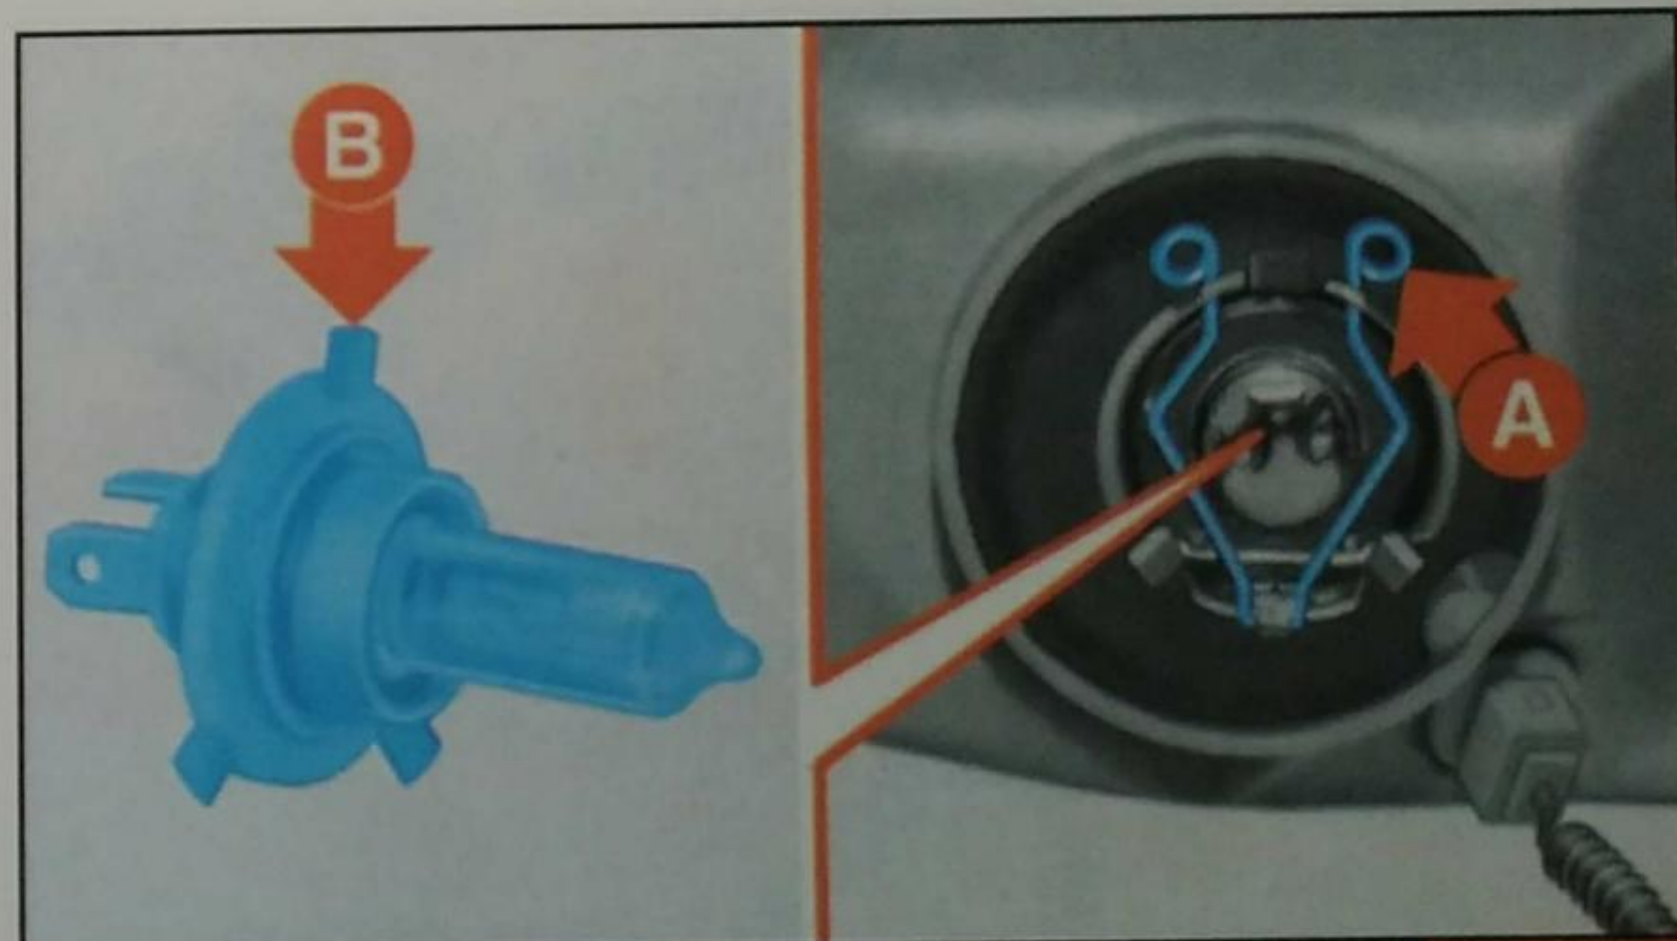

Fig. 13
2) Desenganchar el clip de fijación **A**-fig. 13 y remover la lámpara.